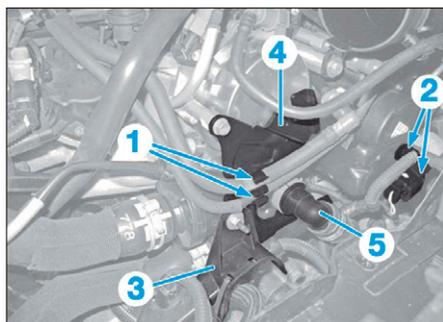

FIG. 35
- les durits de carburant (1) (Fig.35),
- les faisceaux électriques (2).
- la goulotte de passage du faisceau électrique (3).
- la plaque support (4).
- la durit (5),